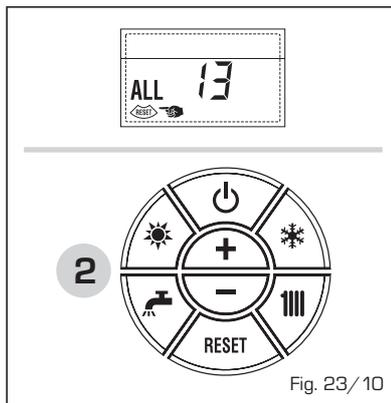

Fig. 23/10
- **ANOMALIE SONDE FUMÉES "ALL 14"** (fig. 23/11)